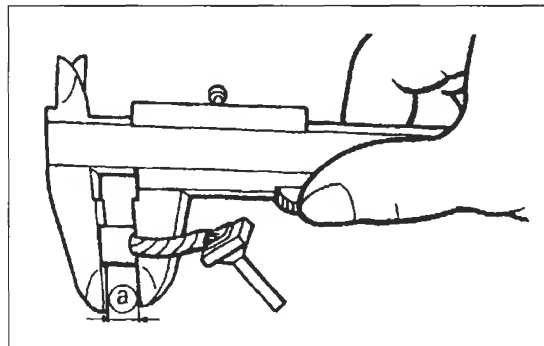

Bild 76
-  Bürstenlänge messen, Verschleissgrenze 5 mm (Bild 76).